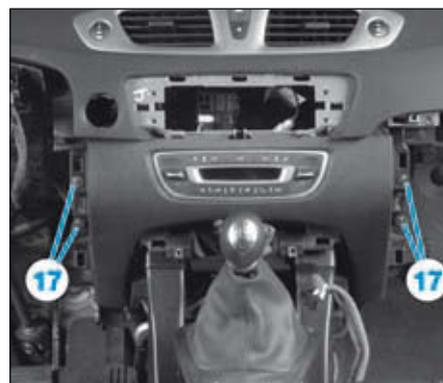

FIG.35
- Déposer les vis (17) (Fig.35),